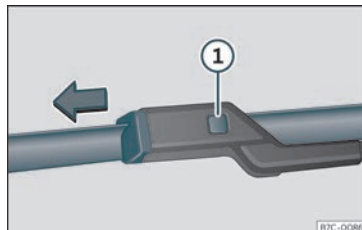

Fig. 45 Cambio das gomas do limpaparabrisas.
- Manteña premida a tecla de desbloqueo »» fig. 45 ❶ puxando levemente da goma no sentido da frecha.